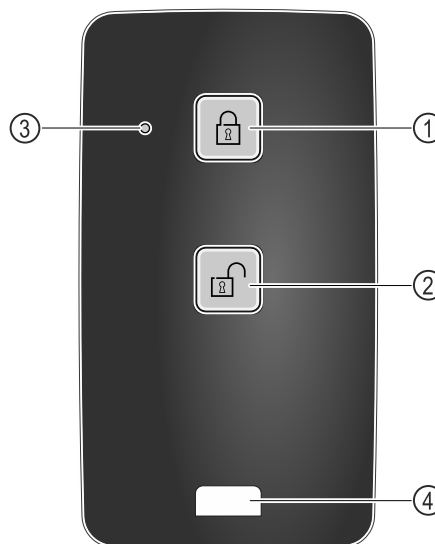

Fig. 219
- ▶ Appuyer sur la touche Fig. 219 (1) de la télécommande.
- ▶ Appuyer sur la touche Fig. 219 (2) de la télécommande.
- ▶ La LED d'état Fig. 219 (3) émet un signal visuel lorsqu'on appuie sur une touche.
- ▶ Œillet Fig. 219 (4) pour attacher la télécommande, par exemple à un trousseau de clés.